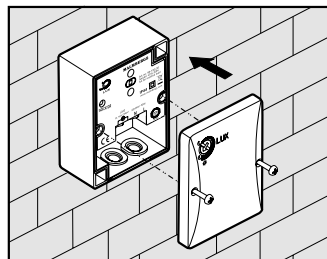

Bild 9
- Sätt locket på bottenplattan och skruva fast med de två skruvarna (se bild 9).
Ljusreläet kan förbikopplas för vanlig manuell drift enligt kopplingsschemat nedan (se Fig. 9).